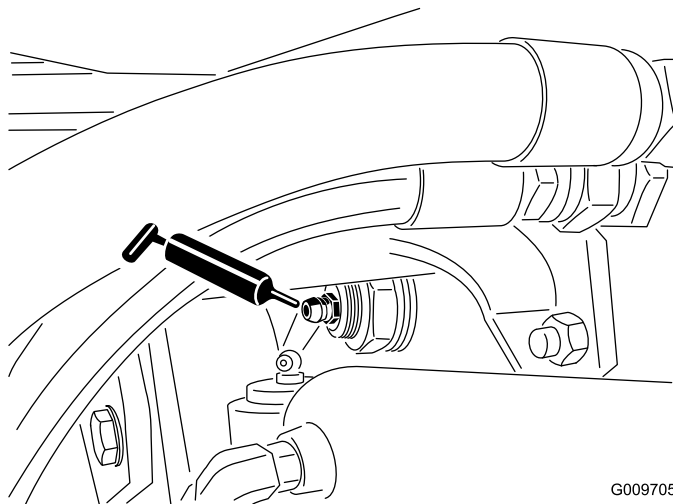

Bild 80
- Hinterachse-Drehbüchsen (2) (Bild 80)